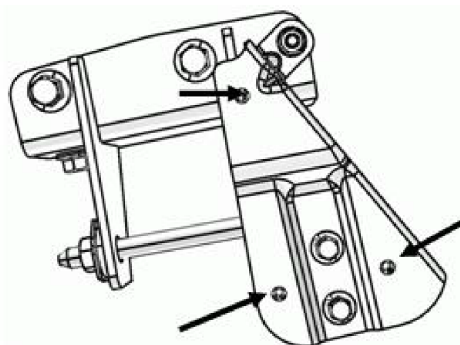

图 14
3.1.1 将拆下的空气滤清器下壳体放到下图 14 所示的安装位置，对准左悬置安装支座上的 3 个安装孔之后带紧对应的 3 个螺栓。